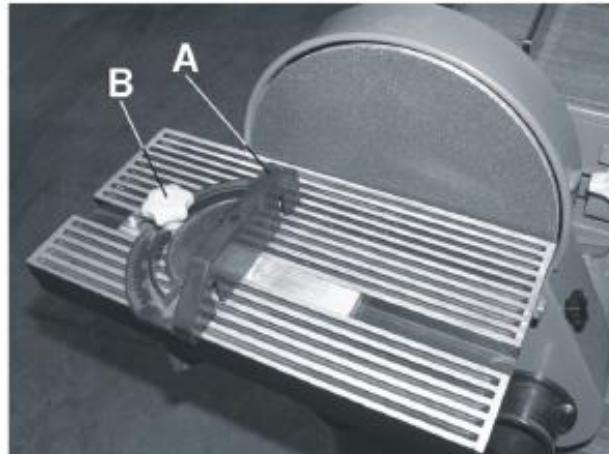

Рис. 15
Поворотный упор используется для удержания и опоры заготовки под выбранным углом при шлифовании. Угол корпуса (A) поворотного упора, рис. 15, можно регулировать.
1. Ослабить рукоятку (B) фиксации и выполнить перестановку на требуемый угол.
2. Затянуть рукоятку (B) фиксации для закрепления под требуемым углом.